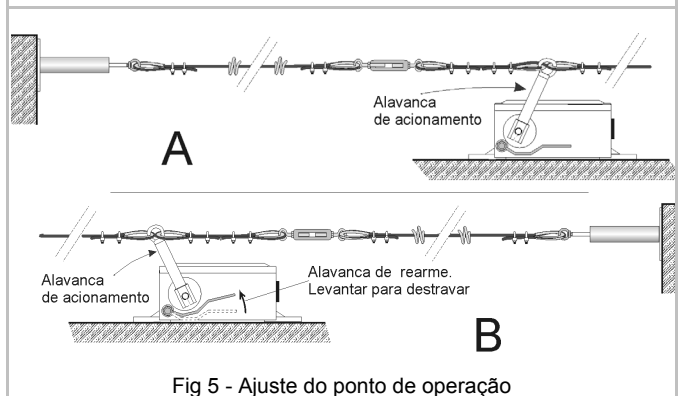

Fig 5 - Ajuste do ponto de operação
2.5 Pressione a alavanca de rearme para cima e coloque a alavanca de acionamento na posição da fig. 5 B. Repetir o processo 2.4 para ajustar a tensão do cabo de aço no outro tracionador.